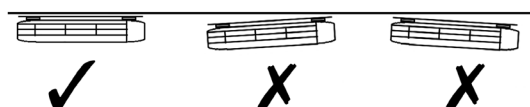

Figura 8
- a. Mettere la placca di installazione ① in posizione orizzontale su una parete sufficientemente solida e mantenere uno spazio attorno alla placca di installazione. Vedi la figura 8.
- b. Se la parete è fatta di mattoni, cemento o un materiale simile, occorre praticare con il trapano sei buchi con un diametro di 5 mm nella parete. Applicare i tappi ② per le relative viti di fissaggio ③.
- c. Montare la placca di installazione ① alla parete con sei viti del tipo "A" ③.